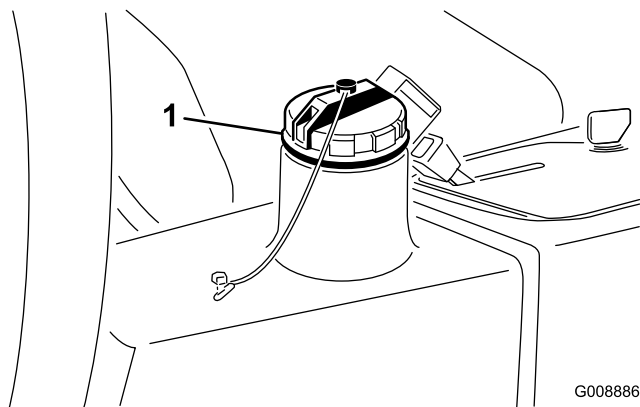

Figure 27
2. Nettoyez la surface autour du goulot et du bouchon de remplissage du réservoir hydraulique (Figure 27). Enlevez le bouchon.